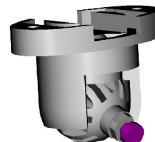

Рисунок 2 – Основание извещателя и кронштейн
- снимите крышку извещателя, отжав при помощи отвертки фиксатор крышки через отверстие, расположенное в нижней части основания извещателя (рисунок 2);
- просверлите в основании извещателя отверстия (рисунок 2), которые будут использоваться для прокладки проводов и крепления извещателя;